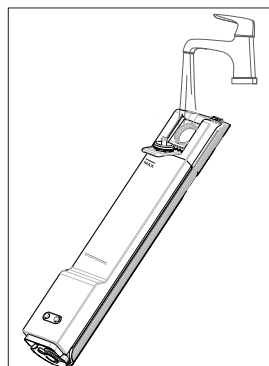

Fig. 7 – Remplir le réservoir d'eau
- ▶ Remplissez le réservoir d'eau propre avec de l'eau du robinet propre. N'utilisez pas d'eau chaude ou bouillante pour remplir le réservoir d'eau propre. **(voir Fig. 7)**